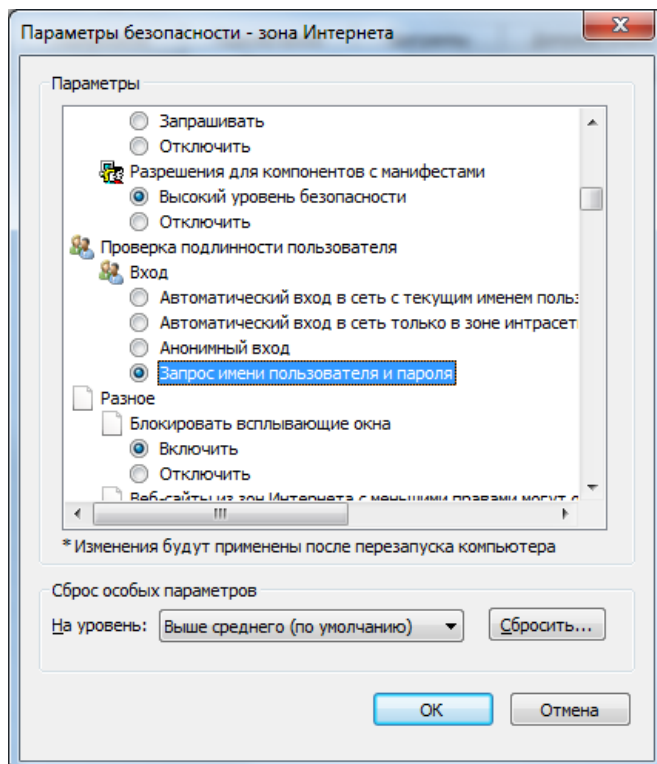

Рисунок 2. Проверка подлинности пользователя
- Проверка подлинности пользователя (Рисунок 2)